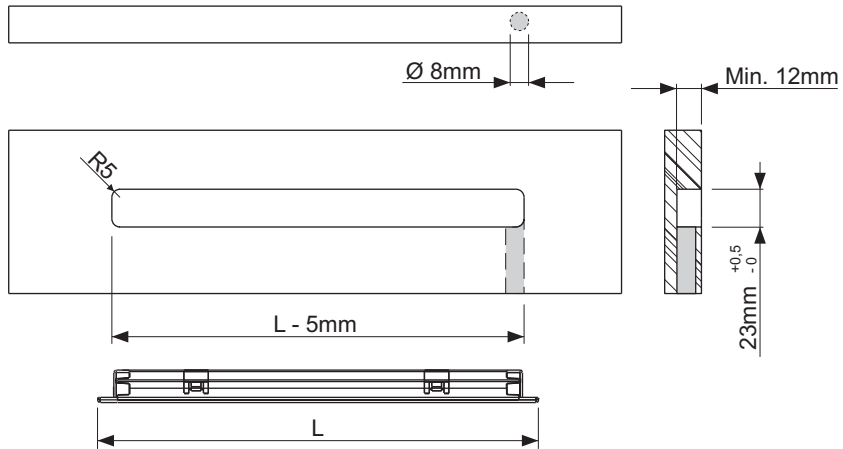
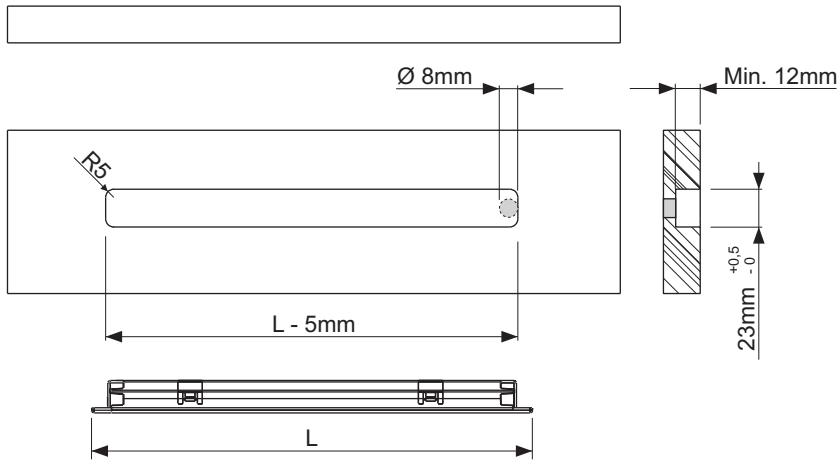

Fig 1
Fig 2
- **ICY** può essere installato con il cavo di alimentazione del profilo luminoso in posizione assiale (fig. 1) o radiale (fig. 2) rispetto al piano di montaggio. Per installazioni con il cavo di alimentazione in posizione assiale praticare un foro di \varnothing 8mm come indicato nell'esempio in figura 1. Per installazioni con il cavo di alimentazione in posizione radiale praticare un foro sul piano di montaggio di \varnothing 8mm come indicato nell'esempio in figura 2. In relazione a specifiche esigenze è tuttavia possibile praticare il foro di uscita del cavo di alimentazione in altre posizioni purché non pregiudichino l'integrità del cavo e/o del connettore su di esso installato.
- The **ICY** is a lighting profile for installation in built-in recesses. Recess measurements corresponding to the designs in figure 1 and figure 2 are indicative and may vary depending on the application and the assembly plan material.
- The **ICY** can be installed using the lighting profile power cable in axial (figure 1) or radial (figure 2) position with respect to the assembly plan. For installation using the power cables in axial position, a hole measuring \varnothing 8mm must be drilled, as shown in the example in figure 1. For installation using the power cables in radial position, a hole measuring \varnothing 8mm must be drilled, as shown in the example in figure 2. In terms of specific requirements, it is possible to drill the power cable outlet hole in other positions, provided they do not affect the integrity of the cable and/or connector installed on it.